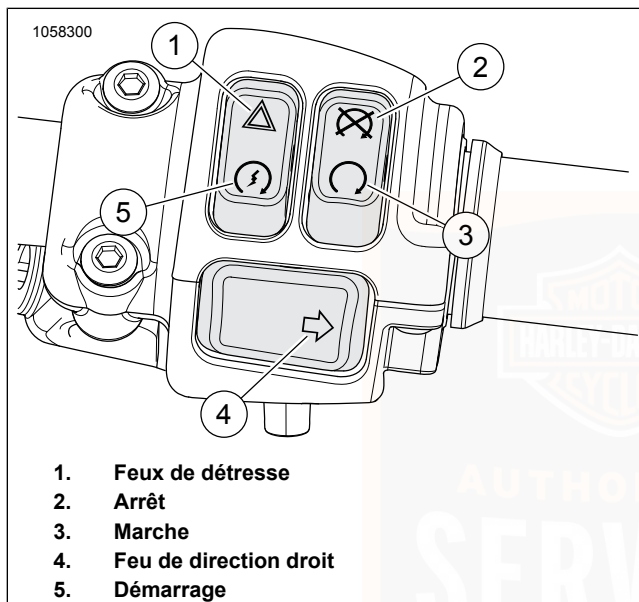

Figure 28. Commutateurs de commande sur la droite du guidon
Voir Figure 28. Le commutateur de feux de détresse (1) est utilisé pour pouvoir laisser une moto en panne sur place en mode feux de détresse. Grâce aux feux de détresse, une moto peut être laissée sur place avec le contact coupé jusqu'à l'arrivée des secours. Voir Tableau 29.
Voir Figure 28. Le commutateur du démarreur (5) se trouve sur le module de commande de droite du guidon. Voir Tableau 29.
1. Mettre le commutateur MARCHE/ARRÊT en position MARCHE (3). Mettre la boîte de vitesse au point mort. Le voyant de point mort (vert) s'allume. Voir Démarrage du moteur (Page 90).
2. Appuyer sur le commutateur du démarreur (5) pour mettre en route le moteur du démarreur.
Voir Figure 28. Appuyer sur le commutateur MARCHE/ARRÊT du moteur sur ARRÊT (2) pour couper le moteur. Voir Tableau 29.
Voir Figure 28. Appuyer sur le commutateur MARCHE/ARRÊT du moteur pour le mettre en position MARCHE (3) pour activer le démarrage et le fonctionnement du moteur. Le commutateur MARCHE/ARRÊT du moteur doit se trouver en position MARCHE pour démarrer ou faire fonctionner le moteur. Voir Tableau 29.
Voir Figure 28. Appuyer sur le commutateur de feu de direction droit (4) pour activer le feu de direction droit. Voir Tableau 29.